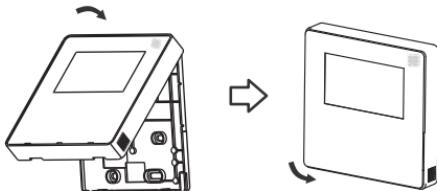

Fig 3-9
- Dupa reglarea carcsei si apoi catarama ei; evitati prinderea cablajului in timpul instalarii. (Fig. 3-9)